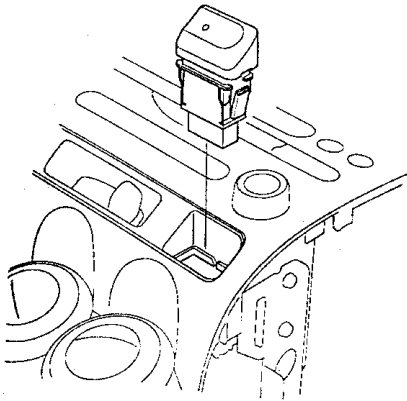

图 10-14 从中心面板上拆卸 A/C 开关
- 2) 如图 10-14 所示，从中心面板上拆卸 A/C 开关。